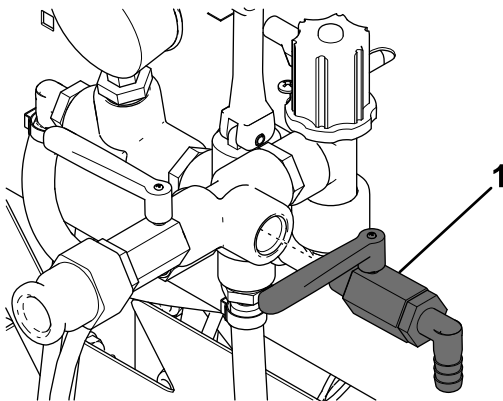

Figure 5
- Enduisez l'extrémité de la soupape de la cuve principale de frein-filet et fixez-la sur le côté de la soupape de retour (Figure 5).